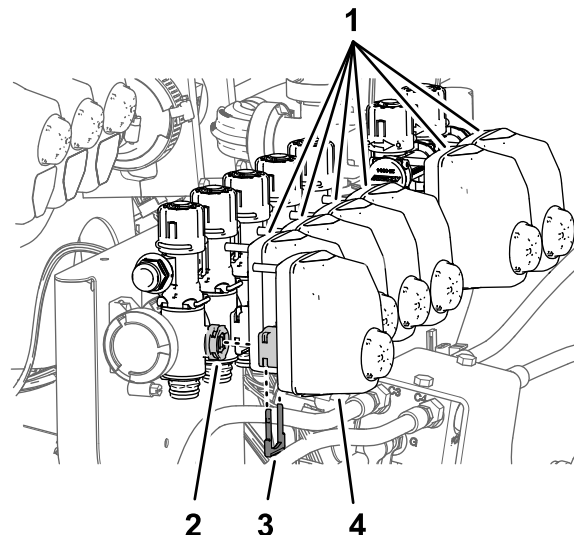

图97
1. 取出将阀门致动器固定到喷嘴阀 1 至 7 的卡环 图97。
2. 从喷嘴阀 1 至 7 卸下阀门致动器 图97。
10. 使用在步骤 1 中卸下的卡环将阀门致动器组装到喷嘴阀 1 至 7 图97。